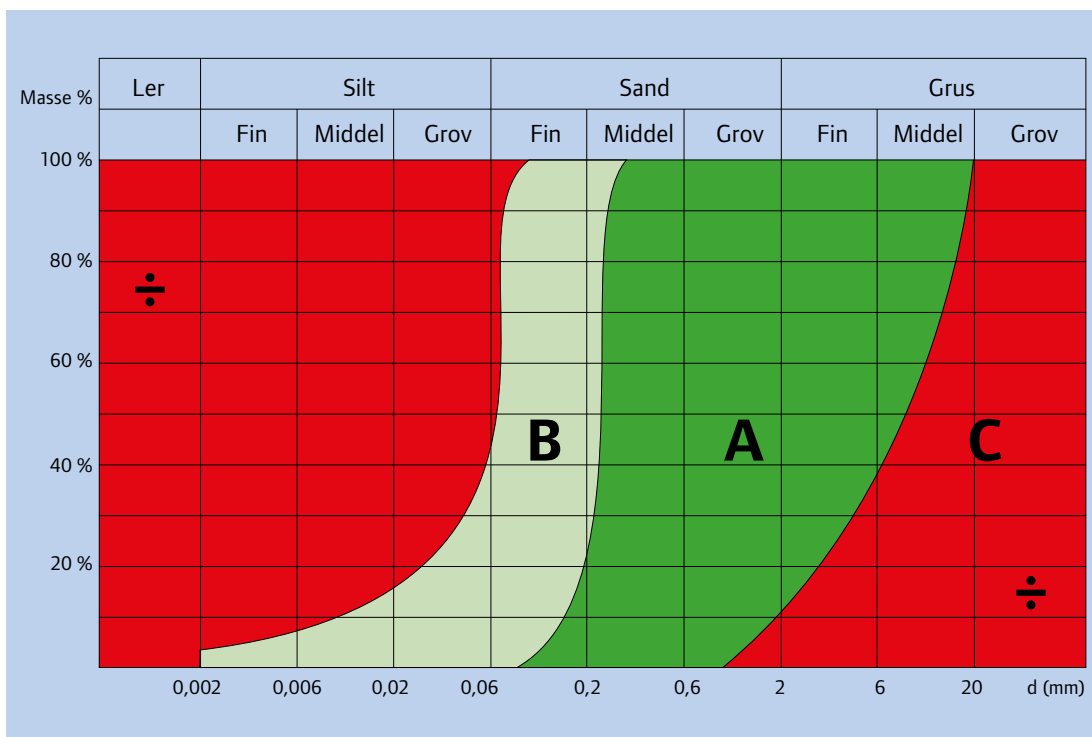

Fig. 2 Diagram, som angiver egnethed for nedsivning gældende for forskellige jordtyper
Der er kun ringe mulighed for at etablere nedsivning, hvis der er tale om lerjord. Som det fremgår af fig. 2 på næste side er lerjord uegnet til nedsivning. Hvis et nedsivningsanlæg fortsat ønskes placeret i et lerholdigt område, skal muligheden for nedsivning dokumenteres på anden vis - f.eks. via en infiltrationstest.
- Den fremkomne kurve fra den aktuelle jordtype sammenlignes herefter med det genrelle diagram (fig. 2), som angiver egnethed for nedsivning gældende for forskellige jordtyper
Forklaring til fig. 2